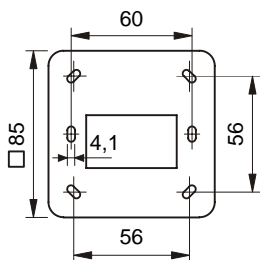

Fig. 5
2. Mount the base plate (Fig. 5) on the wall or a recess box with 2 ... 4 screws (ø max. 4 mm).
2. Grundplatte (Fig. 5) mit 2 ... 4 Schrauben  $\varnothing$  max. 4 mm auf Wand oder UP-Dosen montieren.
2. Fixer la plaque de base (Fig. 5) sur la paroi ou la boîte à encastrer au moyen de 2 ... 4 vis  $\varnothing$  max. 4 mm.